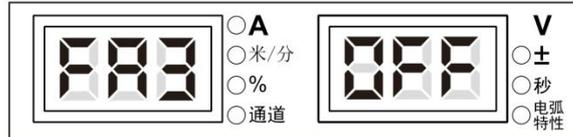

图3-33 FA3 显示界面
1. 进入内部菜单，调节焊接电源面板旋钮至 **FA3**，数码管显示如图 3-33 所示。